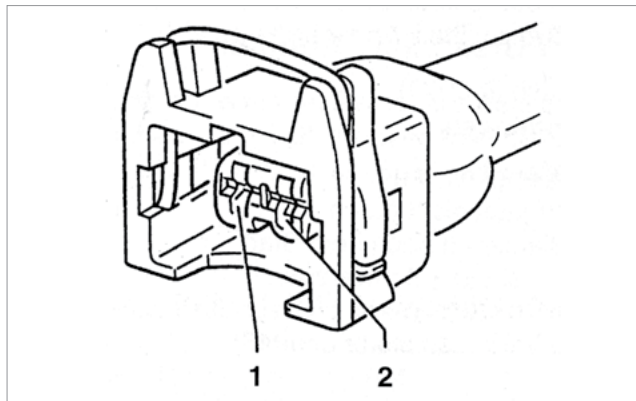

Fig. 5: Contacto 1 o 2
- Medir la tensión entre los contactos y la masa del motor (véase fig. 5)
- Como la asignación de los contactos del borne en el convertidor de presión varía, debe determinarse en primer lugar en qué contacto está la alimentación de tensión (véase fig. 5).